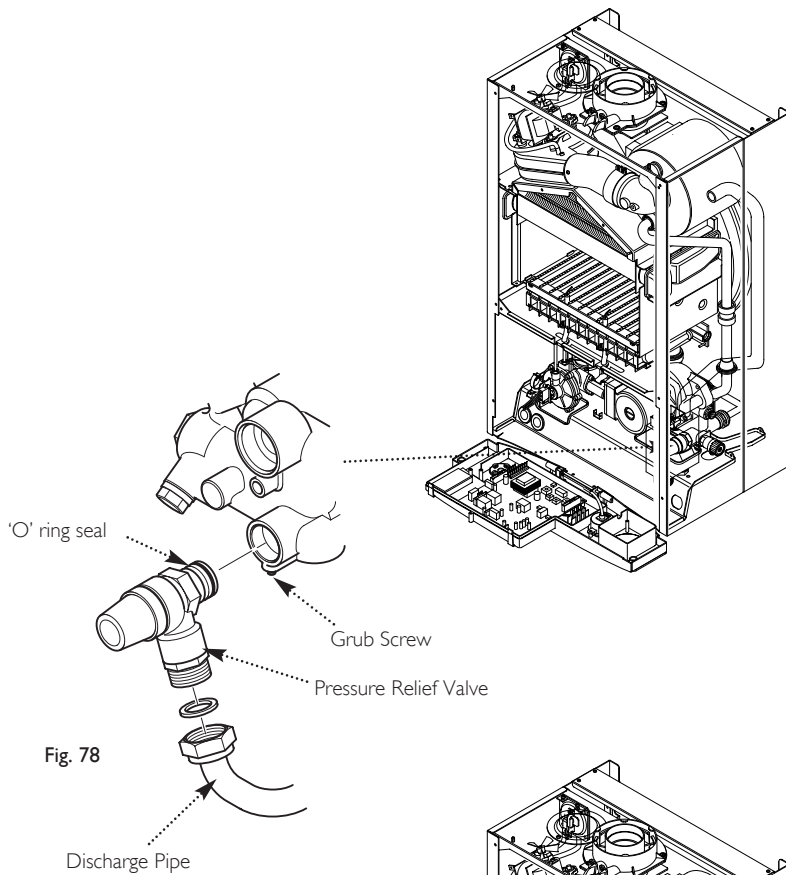

Fig. 78
14.17 Pressure Relief Valve (Fig. 78)